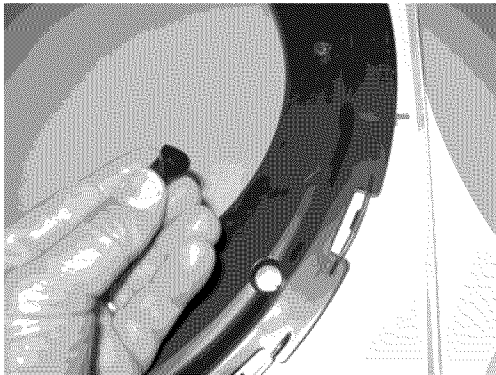

Figure 9
10. Enlevez deux (2) bouchons de l'anneau de transition et réinstallez au côté précédent de la poignée. (Figures 9 et 10)